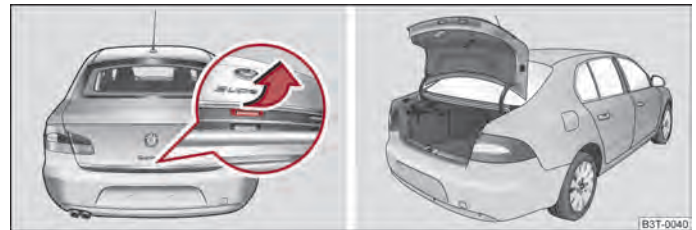

Abb. 17 Griff der Gepäckraumklappe / geöffnete kleine Gepäckraumklappe
Nach dem Entriegeln des Fahrzeugs mit dem Funkschlüssel bzw. mit dem Schlüssel ⇒ Seite 38 können Sie die kleine Gepäckraumklappe ⇒ Abb. 17 öffnen.
- Drücken Sie den Griff an der Unterseite der Gepäckraumklappe ⇒ Abb. 17 - links, die Gepäckraumklappe hebt sich automatisch ⇒ Abb. 17 - rechts.